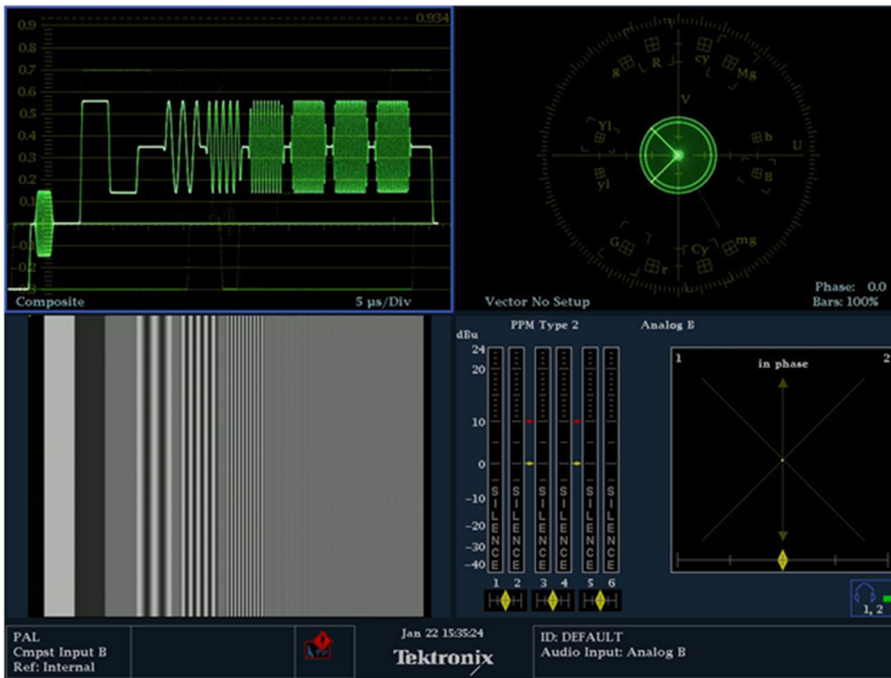

Figura 27. Mesures amb el Tektronix WFM7120 del senyal de test CCIR 18
- Senyal de test CCIR 18 (figura 27)